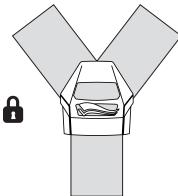

Fig. 3b
- Chiudere il separatore a fl angia (Fig. 3b)